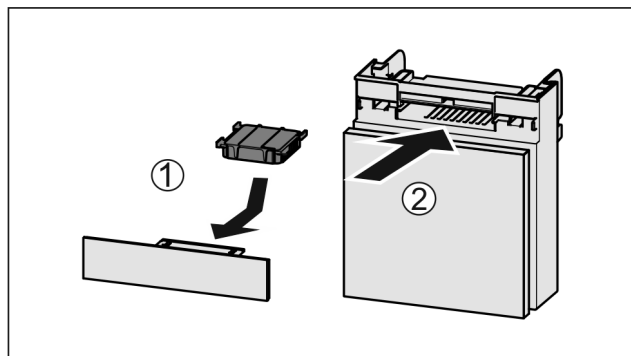

Fig. 194
- Vendosni filtrin me karbon aktiv siç tregohet në figurë Fig. 194 (1).
- Futni kutinë në vend Fig. 194 (2).